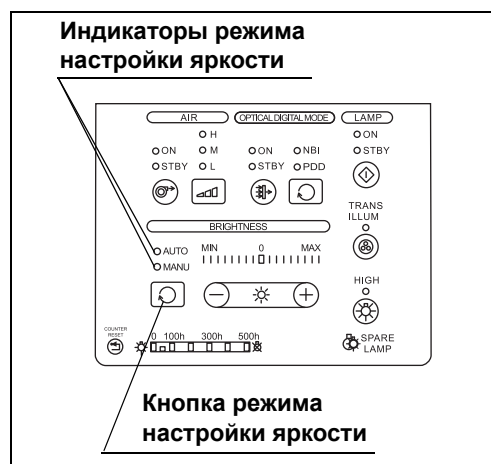

Рисунок 4.7
- 2 Нажмите кнопку режима настройки яркости на панели управления и убедитесь, что с каждым нажатием происходит переключение индикаторов режима настройки яркости между «AUTO» (автоматическое управление) и «MANU» (ручное управление). (См. Рис. 4.7)